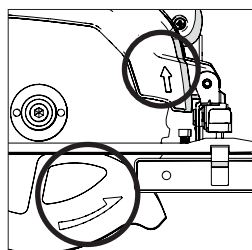

Fig. 6
- Assurez-vous que la direction des flèches de rotation imprimées sur la lame correspond au sens de rotation des flèches qui se trouvent sur les carters inférieurs et supérieurs de la machine. (**Fig. 6**)